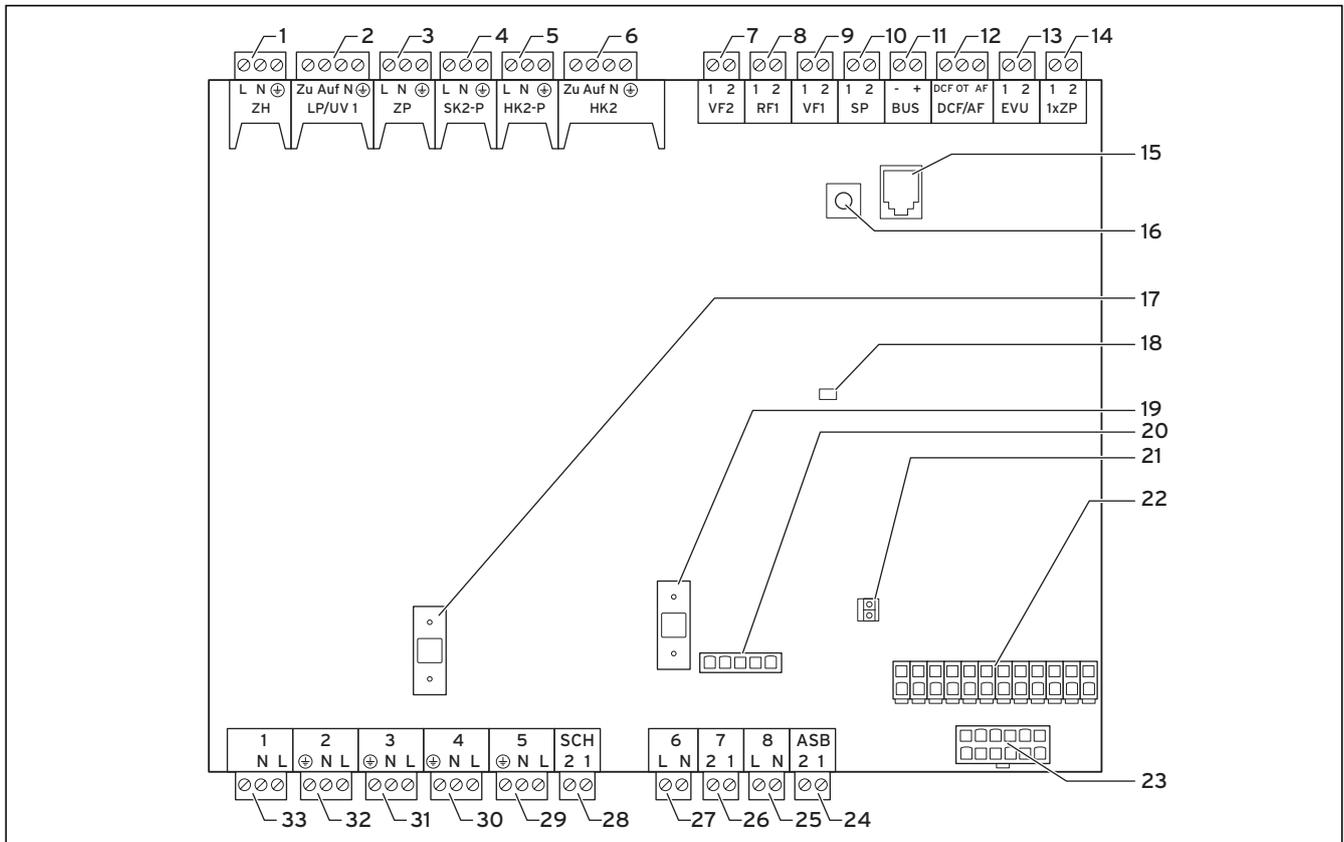

Abb. 7.18 Reglerplatine
- Schließen Sie den Kontakt des Rundsteuersignal-Empfängers an Klemme 13 „EVU“ (Energieversorgungsunternehmen) an (→ **Abb. 7.18**).
- ▶ Installieren Sie die Standardfühler VR 10 entsprechend den Anforderungen des Hydraulikschema-Beispiels und schließen Sie sie an den jeweiligen Klemmen der Reglerplatine an (→ **Abb. 7.18**).
- Schließen Sie das externe Umschaltventil Heizung/Speicherladung an den Klemme LP/UV1 (2) (→ **Abb. 7.18**) an.